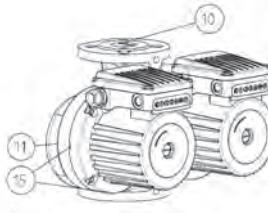

Fig.2
- Pompele GHND (basic, auto), GHNMD (basic, auto) au carcă hidraulică dublă (Fig.2 – POS.11), aici este înglobată o clapă oscilantă (Fig.2 – POS.10), care basculează automat, depinzând de direcția debitului uneia sau celeilalte pompe.